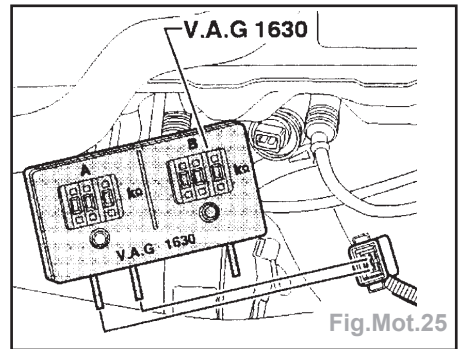

Fig.Mot.25
- Régler le potentiomètre numérique **V.A.G 1630** -côté A- sur **15 kΩ** et le brancher sur les contacts **1 + 2** de la fiche débranchée à l'aide des câbles auxiliaires de **V.A.G 1594** (Fig.Mot.25).